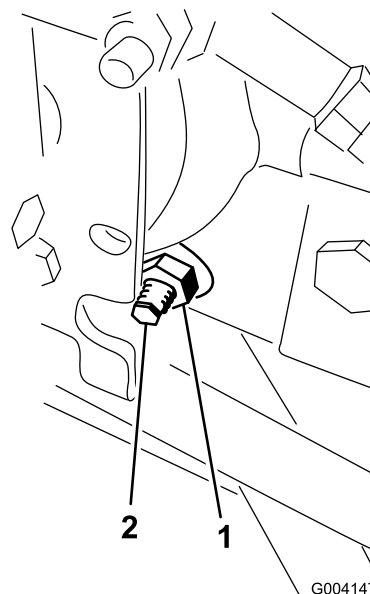

Figure 43
3. Sous le côté droit de l'hydrostat, desserrez le contre-écrou sur la came de réglage de transmission (Figure 43).